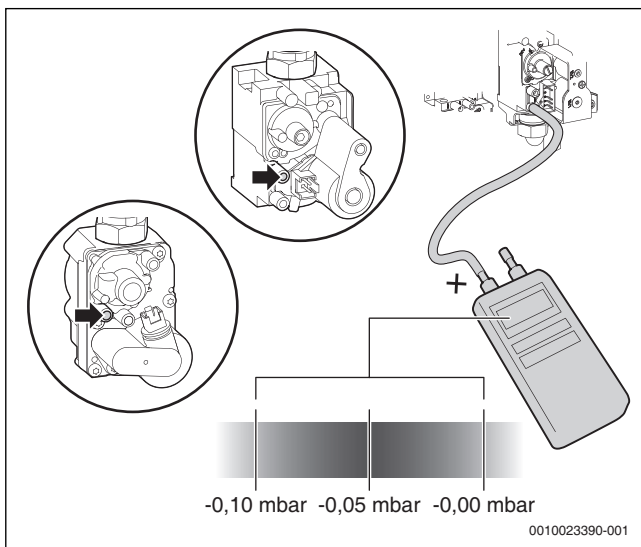

Fig. 36
- ▶ Misurare la pressione differenziale del rubinetto gas (→ fig. 36).